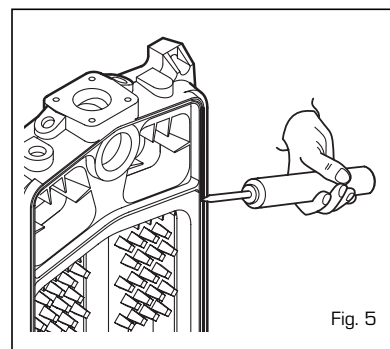

Fig. 5
- tender la masilla de silicona (fig. 5) en la ranura prevista para la estanqueidad de los humos de la cabecera posterior;